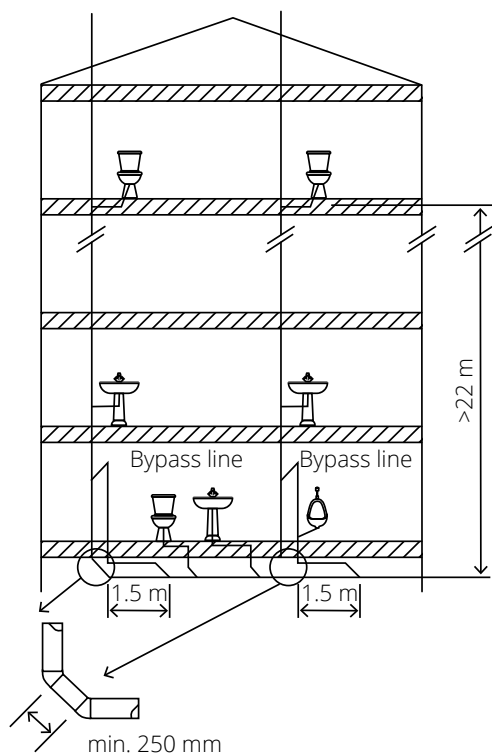

Rys. 2 Strefa wolna od połączeń w miejscu połączenia z rurą zbiorczą lub podziemną ÖNORM B 2501: 2015-04-01
- Dla pionów o wysokości od 10 m do maksymalnie 33 m, rura spustowa (rys. 2) musi być wolna od wszelkich połączeń do wysokości 2,0 m (wysokość mierzona od spodu rury spustowej, zbiorczej lub rury poziomej). W odległości 1,0 m od miejsca włączenia rury spustowej do poziomu kanalizacyjnego (rys. 2) nie można podłączać żadnych dodatkowych urządzeń. Połączenie rury spustowej z rurą zbiorczą lub podziemną musi być zaprojektowane z wykorzystaniem dwóch kolan 45° z elementem pośrednim o długości 250 mm (rys. 3)